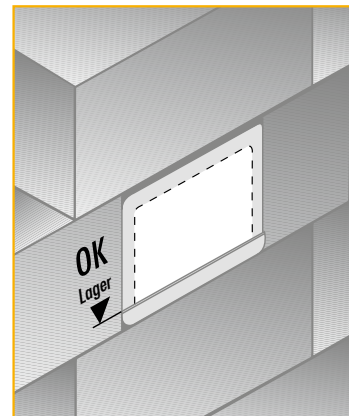

Abbildung 1b
- ▶ Schöck Tronsole® Typ AZ einmessen und wie ein Mauerstein mit der Vorderseite bündig vermauern. Die Angabe „OK Lager“ auf der Schöck Tronsole® Typ AZ kennzeichnet das Auflagerniveau für die später hergestellte Stahlbetonkonsole (Abbildung 1b).